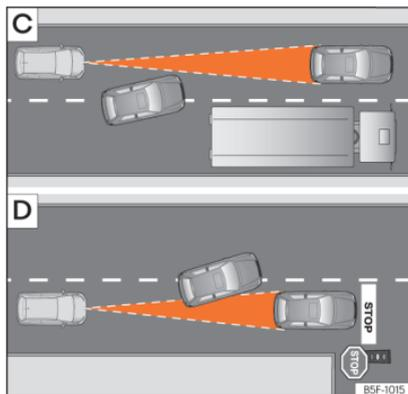

Abb. 184 **C** Fahrspurwechsel eines anderen Fahrzeugs. **D** Abbiegendes und weiteres stehendes Fahrzeug.
- Fahrzeuge, die in geringem Abstand auf die eigene Fahrspur wechseln » » **Abb. 184** **C**.
ACC reagiert nicht auf stehende Fahrzeuge. Wenn z. B. ein von ACC erfasstes Fahrzeug abbiegt oder ausschert und sich vor diesem Fahrzeug ein stehendes Fahrzeug befindet, reagiert ACC nicht auf das stehende Fahrzeug »» Abb. 184 [D].